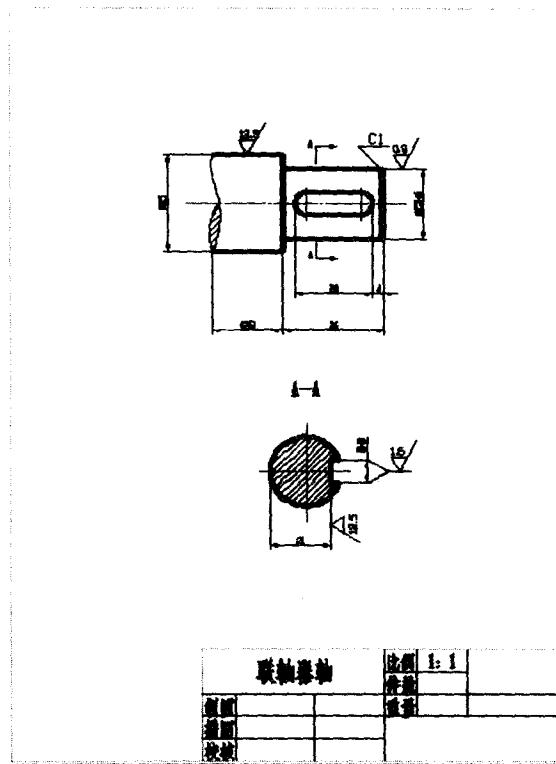
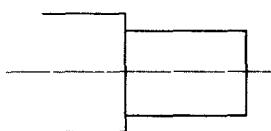
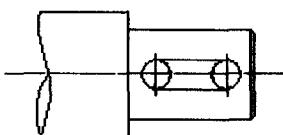

图 3-1
图 3-3
图 3-6
任务目标 本例制作联轴器轴零件二维图，效果如图 3-1 所示。
Step 3 单击／按钮，根据图3-1中的尺寸，在图框中作直线，如图3-3所示。
Step 7 单击○按钮，根据图3-1中的尺寸作圆；单击／按钮作直线，如图3-6所示。
Step 10 剖面线处理。选择剖面线图层(10层)，根据图3-1所示，作剖面线。
Step 11 标注尺寸。选择标注图层(08层)，根据图3-1所示，对图形进行标注。